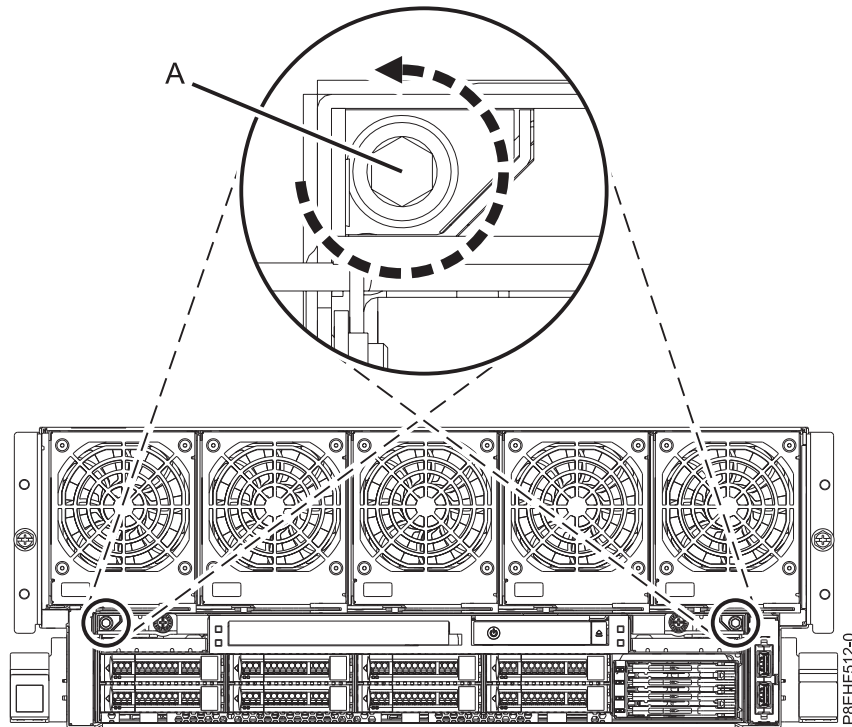

Abbildung 5. Transportschrauben lösen
2. Lösen Sie die eingelassenen Transportschrauben (A) in der RAID-Baugruppe mit einem 4-mm-Inbus-schlüssel, aber entfernen Sie sie nicht (siehe Abb. 5).